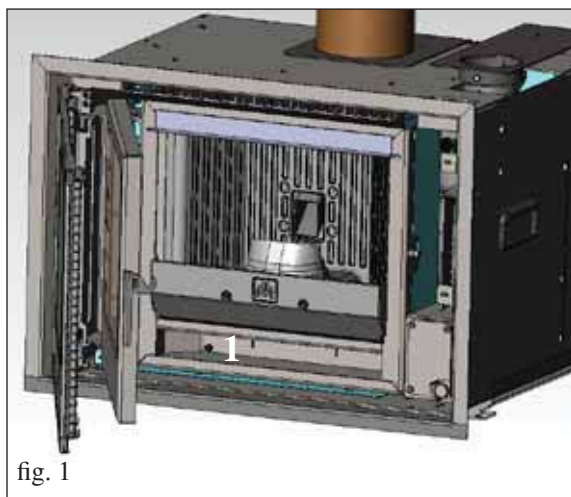

fig. 1
- Pulire il focolare ed il vano (1) sotto il focolare (fig. 1).